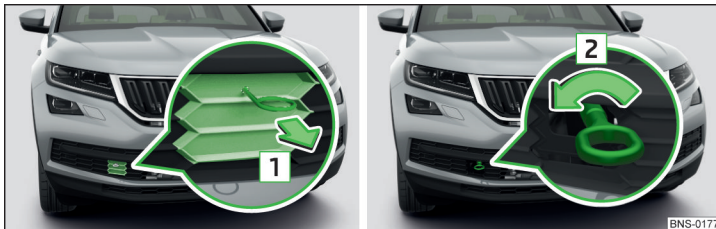

Abb. 352 Schutzgitter abnehmen / Abschleppöse einbauen
- Zum **Abnehmen** den Bügel zum Abziehen der Radvollblenden in die Aussparung im Schutzgitter einführen und das Schutzgitter in Pfeilrichtung **1** » Abb. 352 abziehen.
- Zum **Einbauen** die Abschleppöse von Hand in Pfeilrichtung **2** » Abb. 352 bis zum Anschlag einschrauben » **!**.